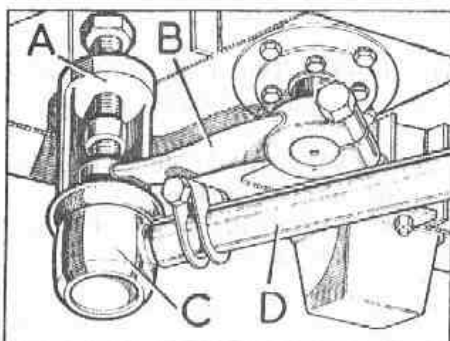

Fig. F-46 Acoplamiento de la biela de dirección y barra
1.4. Separar la barra de acoplamiento de la dirección, D (Fig. F-46), en su unión al brazo inferior, B, utilizando el extractor especial (600590) para desmontar las rótulas, C.
2.6 Unir la barra de acoplamiento, D (Fig. F-46), al brazo interior, B y apretar la tuerca de fijación de la rótula con una tensión de 30 lb/pié (4 mkg)